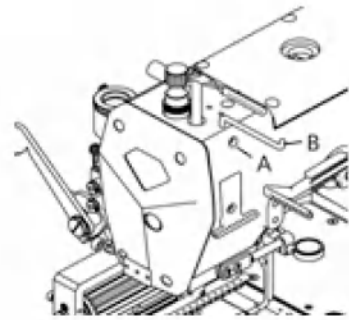

图 10
2. 针线导杆调整 (图 10) Thread Guard Adjusting (picture10)